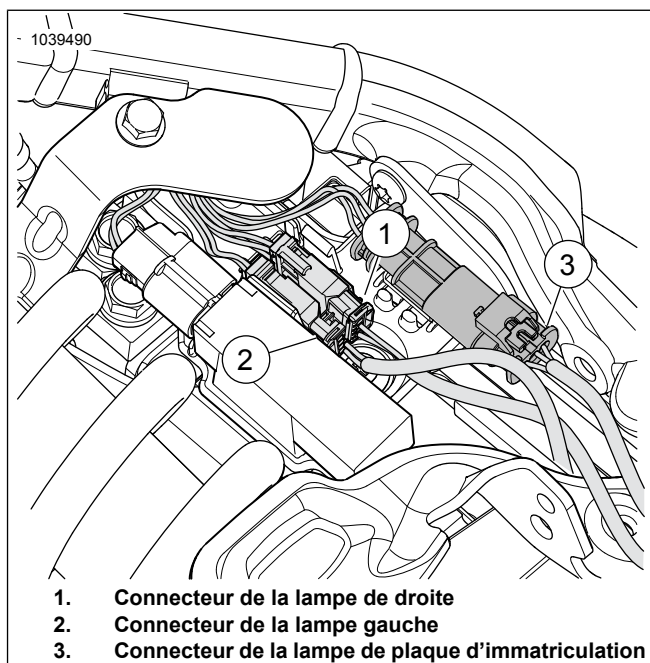

Figure 4. Connecteur de lampe de clignotant
3. Voir la Figure 4. Connectez le connecteur (3).